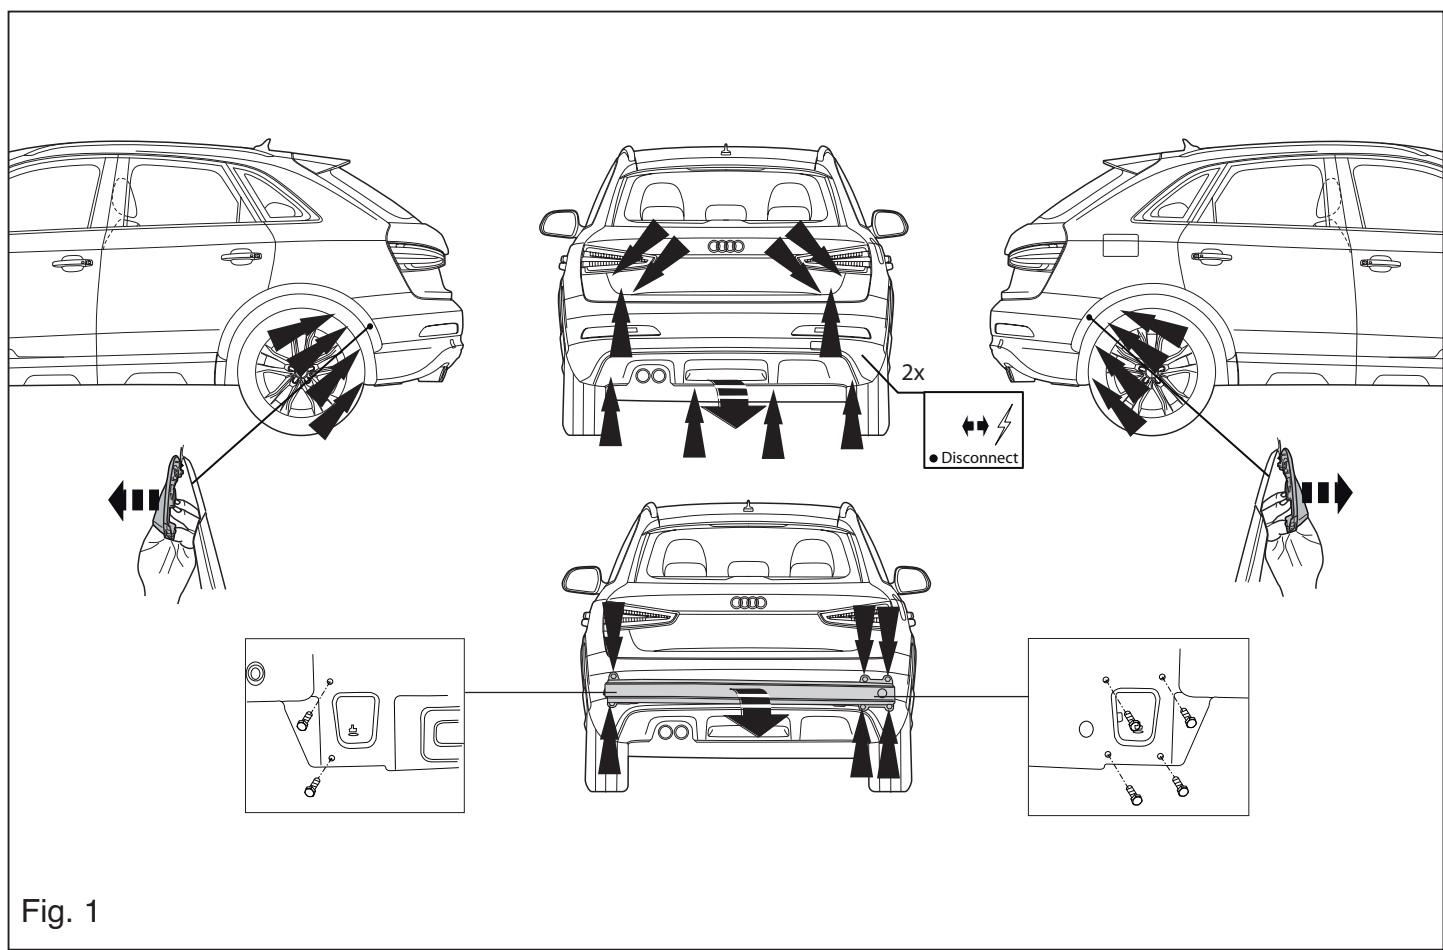

Fig. 1
- H: Remove the bumper and the steel bumper beam from the vehicle. The bumper beam will no longer be needed. Replace the bolts. See figure 1.
- M: Use the template to saw out the indicated section from the bumper. Place the two PE foam blocks as sealing in the chassis members. Seal the portions indicated (see fig. 1).
1. Die Stoßstange einschließlich des stählernen Stoßbalkens vom Fahrzeug abmontieren. Der Stoßbalken wird nicht mehr benötigt. Schrauben wieder anbringen. Siehe Abbildung 1.
6. Die zwei PE-Schaumblöcke als Dichtung in den Fahrgestellträger einsetzen. Die angegebenen Teile kitten (siehe Abb. 1).